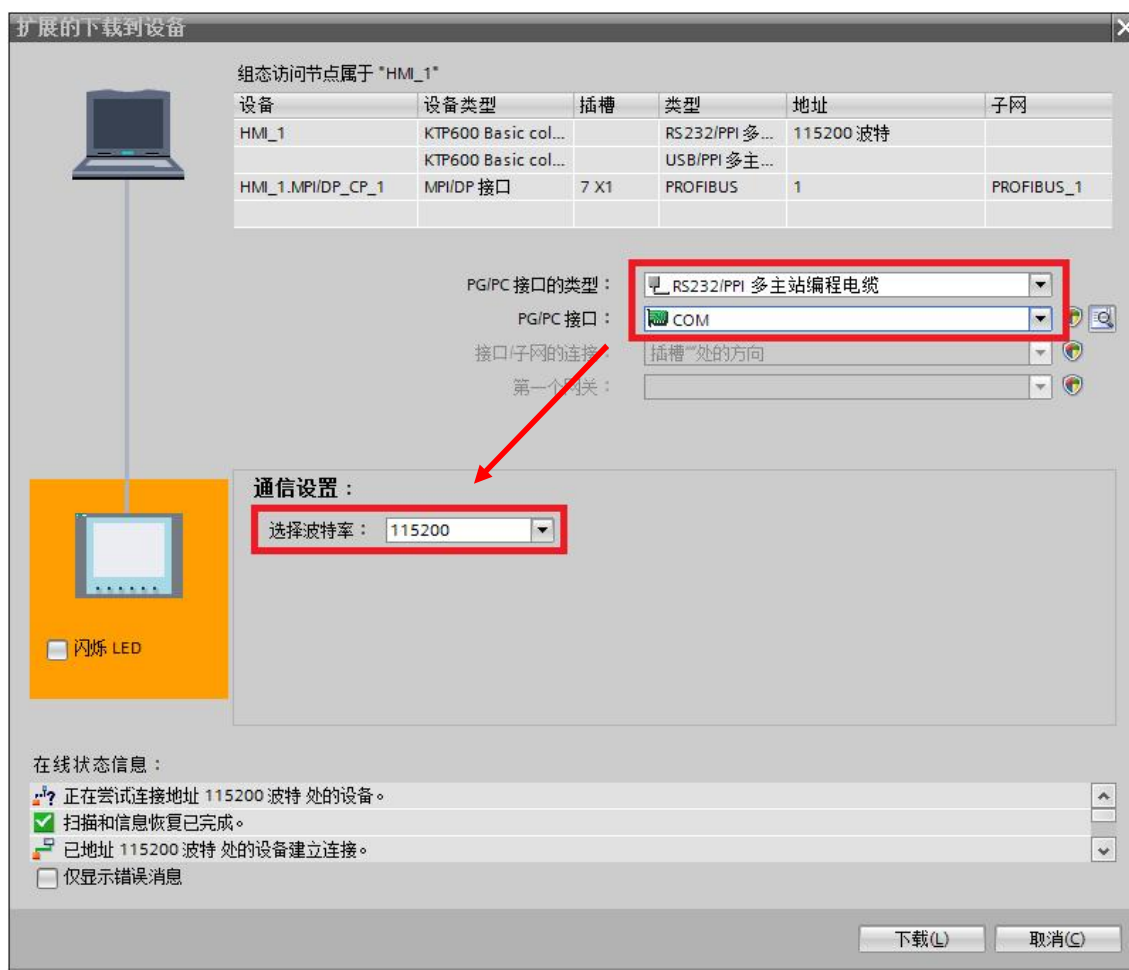

图 1-10
2. 如图 1-10，在本例中选择 PG/PC 接口的类型为“RS232/PPI 多主站编程线缆”（如果使用 USB/PPI 电缆，就选择“USB/PPI 多主站编程线缆”），选择 PG/PC 接口为“COM”（如果使用 USB/PPI 电缆，就选择 USB），选择完成后，软件将以该接口对设备进行扫描，如参数设置及硬件连接正确，将在数秒钟后扫描结束，请确认波特率和 PC/PPI 线缆上 DIP 按钮所设相同，此时“下载”按钮被使能，单击该按钮进行项目下载，下载预览窗口将会自动弹出。